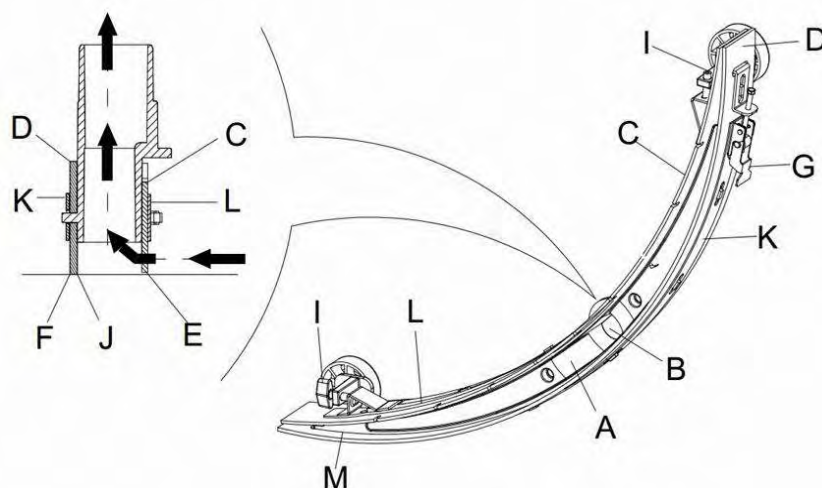

Рисунок 15
2. Нажмите кнопку включения питания (41) и установите позицию “O”, для отключения устройства.
3. Отвинтите фиксированной ручкой (16) щетки; снимите разъем подключения трубки Восстановительного Вакуума и снимите щетку.
4. Используйте ручку для подъема швабры (14).
5. Очистите щетку (**Рисунок 15**). Очистите пазы (**A, Рисунок 15**) и остатки грязи с вакуумной трубки. Убедитесь, что переднее лезвие швабры (C) и заднее лезвие швабры (D) целы, и проверьте на наличие сколов и трещин. При необходимости измените их (см. шаги в следующем разделе).
1. После методов, показанных в предыдущем разделе, очистить щетку (**Рисунок 15**)
2. Проверьте края (**E, Рисунок 15**) лезвие передней щетки (F) и части лезвий задней щетки (D). Они должны быть на примерно одинаковом уровне по всей длине. В противном случае, отрегулируйте их длину посредством следующей процедуры:
- Ослабьте зажим (G), чтобы задняя щетка (D) отделилась от кронштейна (M) для регулировки положения щетки. После регулировки вновь зафиксируйте зажим.
- Ослабьте винт на ручке (I) для регулировки передних лезвий швабры (C); после регулировки затяните винт вновь.
3. Проверьте, если переднее лезвие щетки (C) и заднее лезвие щетки (D) на предмет наличия сколов и трещин. При необходимости, измените их в соответствии со следующими способами. Проверьте передний край задней щетки (J) на изношенность. Если он изношен, его можно установить задним краем, т.е наоборот (если он не поврежден). Если задний край также изношен, измените его, следуя приведенному ниже:
- Ослабьте зажим (G), чтобы лезвие отделилось от кронштейна (M), снять зажим (K), а затем измените или переверните лезвие (D) наоборот. Установите на задней щетке в обратном порядке.
- Ослабьте винт на ручке (I) и снимите передний зажим (L), а затем замените переднюю щетку(C).